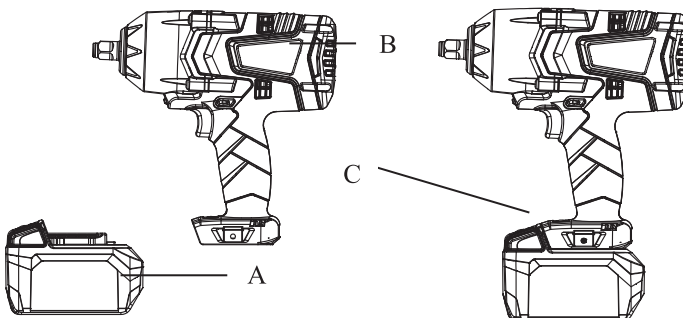

Abb. 2
ENTFERNEN DES BATTERIEPACKS: Drücken Sie den Batterieentriegelungsknopf (C) und ziehen Sie den Batteriepack (A) aus dem Werkzeug (B). (siehe Abb. 2)
BATTERIEPAKET EINBAUEN: Schieben Sie das Batteriepaket (A) auf das Werkzeug, bis es einrastet. (siehe Abb. 2)